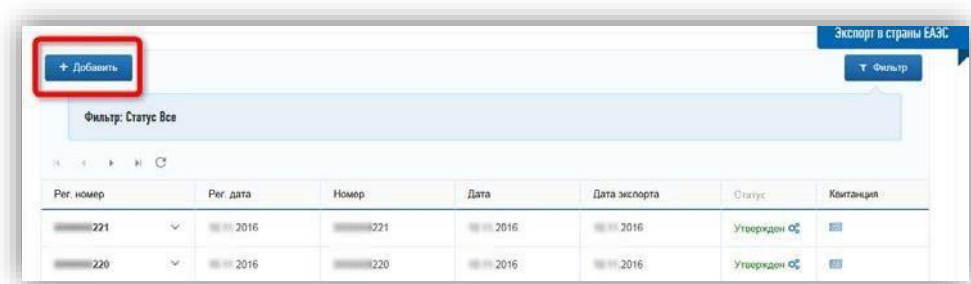

Рисунок 166 – Добавление нового документа
- На открывшейся странице нажмите кнопку «Добавить» (рис. 166).